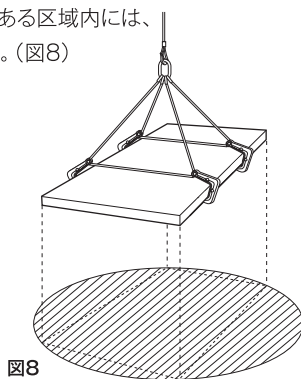

図8
(7) 吊り荷の落ちる恐れのある区域内には、立ち入らないで下さい。(図8)